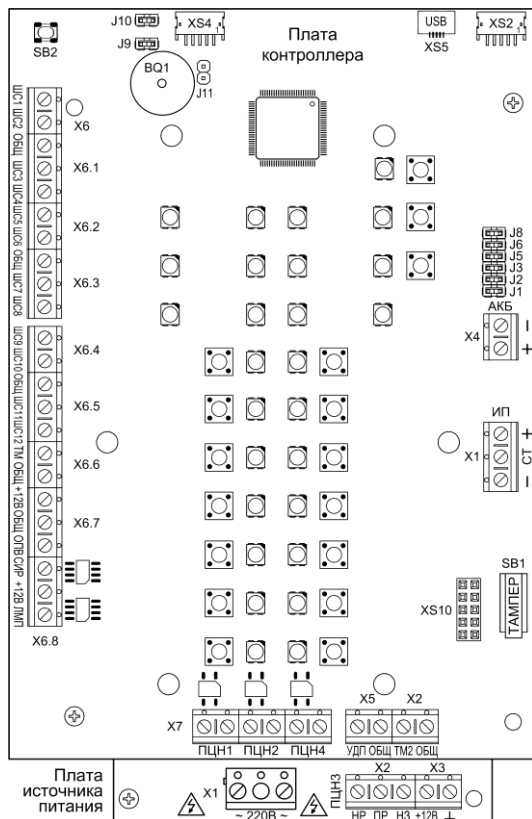
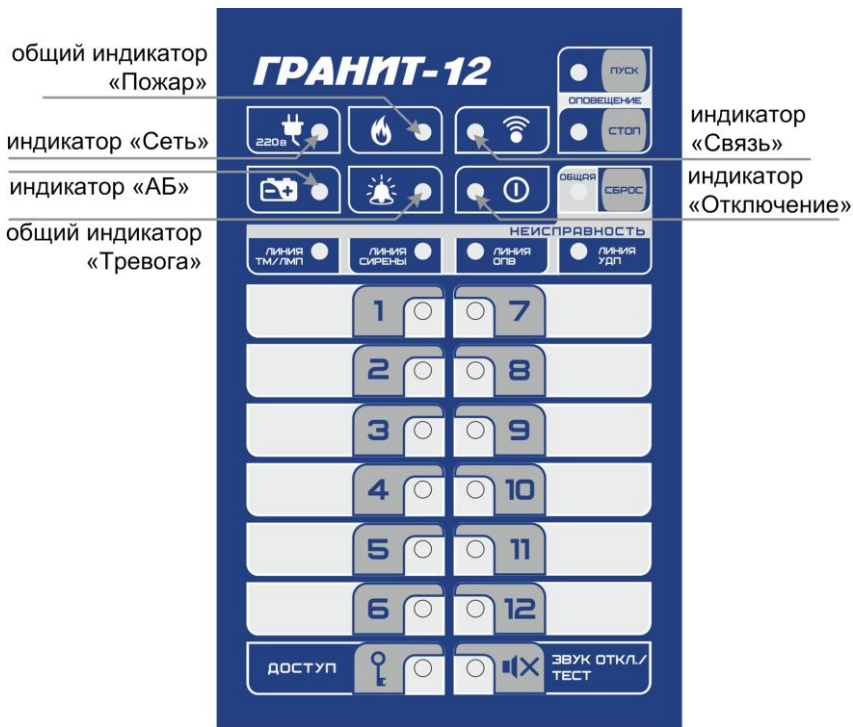

Рис.1 Плата контроллера Гранит-12 (вид со снятой панелью индикации и управления) и плата источника питания (видимая часть)
Рис.2 Панель индикации и управления прибора Гранит-12
Прибор состоит из корпуса и съёмной крышки. В корпусе расположена плата контроллера, плата источника питания (рис.1) и плата IP регистратора, подключенная к плате контроллера жгутом САОП.685621.046. На плате контроллера установлена панель индикации и управления (рис.2).
3.1 На плате контроллера (рис.1) расположены следующие элементы:
3.2 На панель индикации и управления прибора (см. рис.2) выведены:
3.3 На плате источника питания (рис.1) расположены следующие элементы: